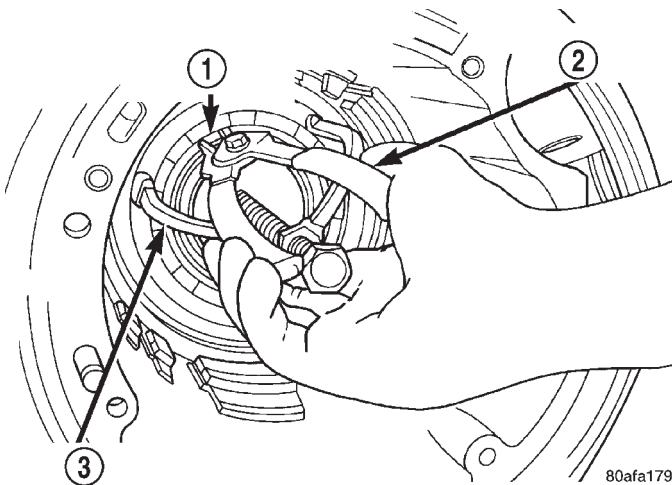

Fig. 68 Desmontaje del anillo de muelle
(58) Comprima el muelle de retroceso del émbolo de baja y marcha atrás y retire el anillo de muelle (Fig. 68).